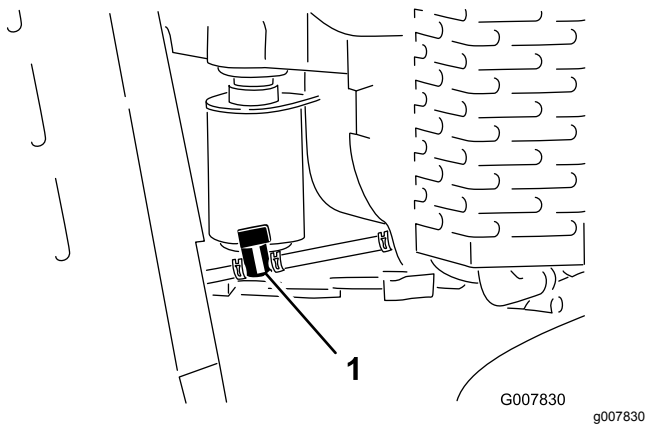

Figura 38
3. Gire la válvula de cierre del combustible a la posición de Cerrado (Figura 38).
4. Apriete los extremos de la abrazadera en el lado del motor de la válvula y deslícelas por el tubo de combustible, alejándola de la válvula (Figura 38).
5. Retire el tubo de combustible de la válvula (Figura 38).
3. Gire la válvula de cierre del combustible a la posición de cerrado (Figura 38).
7. Gire la válvula de cierre del combustible a la posición de abierto (Figura 38).